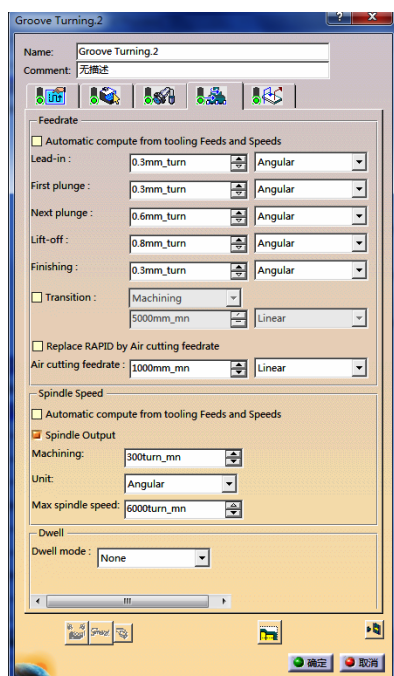

图 6-147 进给率参数选项卡 (9)
- 4) 定义进给率。单击“Groove Turning.1”对话框中的，切换到进给率参数选项卡（9），如图 6-147 所示。